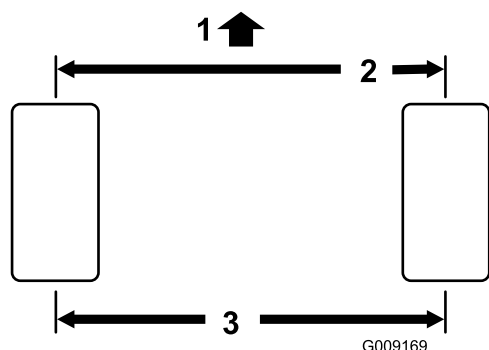

図 47
1. 後輪の前と後ろで、左右のタイヤの中央線間距離を測るアクスルの高さ位置で計測。前での計測が 3 mm 小さければ正常である 図 47。